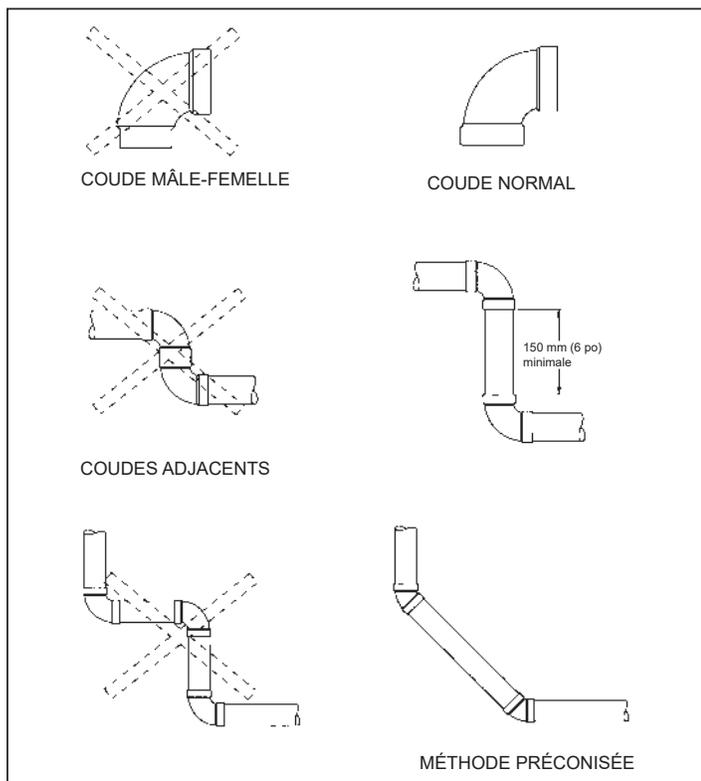

Figure 12. Utilisation des coudes de tuyau d'évacuation
- Maintenir une portion droite d'au moins 150 mm (6 po) entre deux coudes. Les coudes très rapprochés ou à rayon court réduisent la capacité d'évacuation. La *Figure 12* montre des exemples de raccords de tuyauterie d'évacuation.